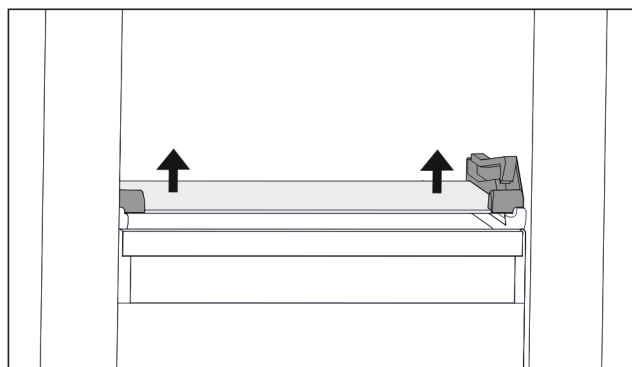

Fig. 92 Sklenená doska sklopnej zásuvky
- ▶ Na oboch stranách potlačte sklenenú dosku zospodu nahor. (pozri Fig. 92)